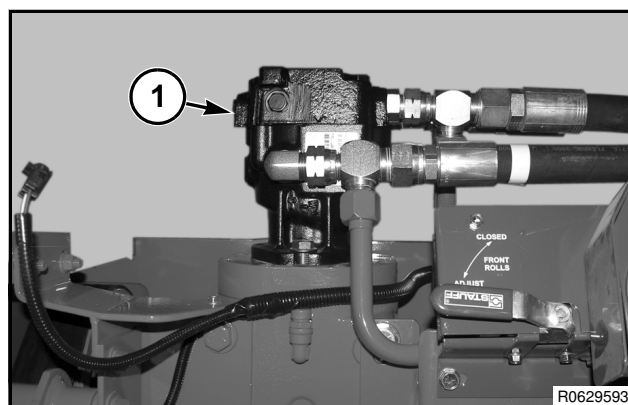

FIG. 1
FIG. 1: El colector se impulsa con motores hidráulicos (1) instalados en cada uno de sus extremos. A su vez, estos motores se impulsan con el sistema hidráulico del tractor. Para poner en funcionamiento el sistema hidráulico de transmisión del colector en el tractor, se usa el interruptor de conexión del colector. Consulte el manual del operador del tractor con segadora hileradora para obtener información acerca del funcionamiento de los controles.